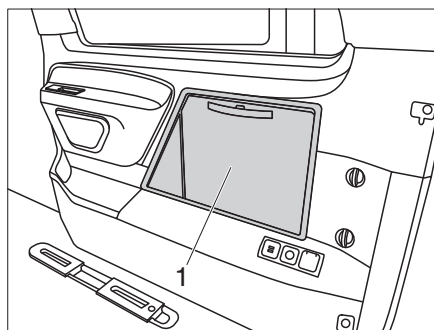
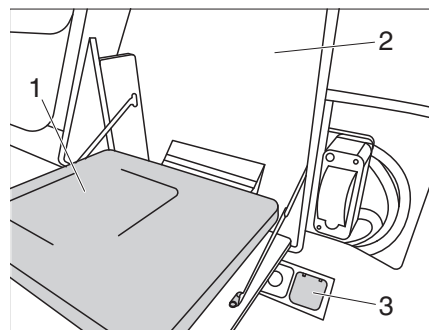

Figure 27 Volet d'accès
Figure 28 Alimentation électrique Plaque de cuisson à induction
La plaque de cuisson à induction du VANSTAR se trouve du côté droit du véhicule, sous le volet d'accès Plaque de cuisson à induction (Figure 27, 1).
- Ouvrir le volet d'accès Plaque de cuisson à induction (Figure 27, 1) et le rabattre vers le bas (Figure 28).
- Brancher la fiche secteur de la plaque de cuisson à induction (Figure 28, 1) dans la prise (Figure 28, 3).
- Installer la protection anti-projections (Figure 28,2).